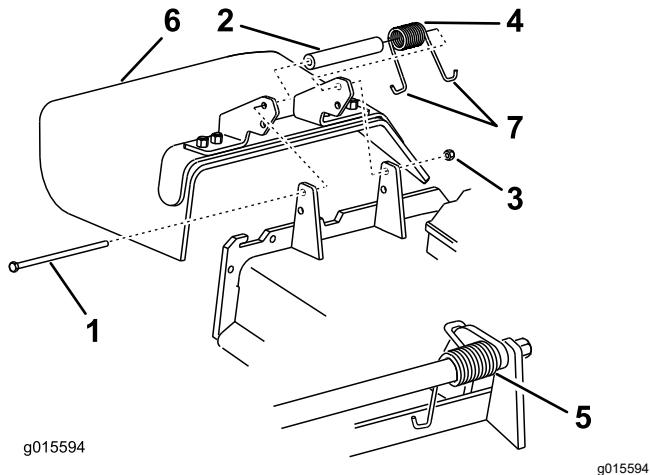

Figura 103
1. Retire la contratuerca, el perno, el muelle y el espaciador que sujetan el deflector a los soportes de pivote (Figura 103).
Nota: Asegúrese de colocar un extremo con gancho en J del muelle detrás del reborde de la carcasa antes de instalar el perno, según se muestra en Figura 103.
6. Coloque 1 extremo en J del muelle alrededor del deflector de hierba (Figura 103).